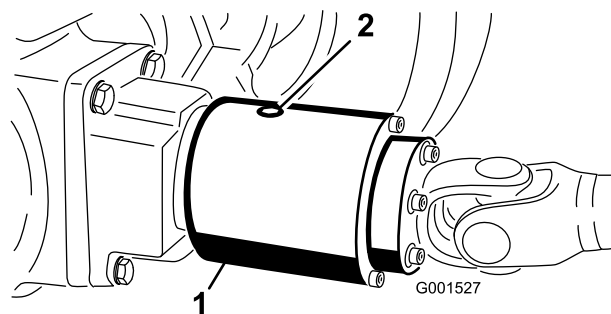

Figure 65
2. Tournez l'embrayage (Figure 65) pour placer le bouchon de contrôle à la position 4:00 heures.